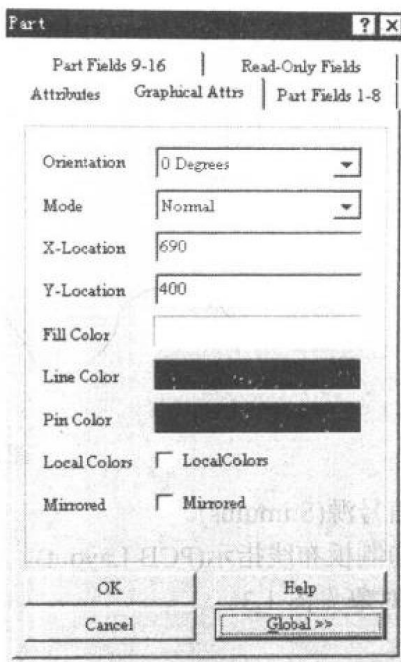

图1.5 Graphical Attributes 页面
(2) Graphical Attributes 页面, 见图 1.5。其中